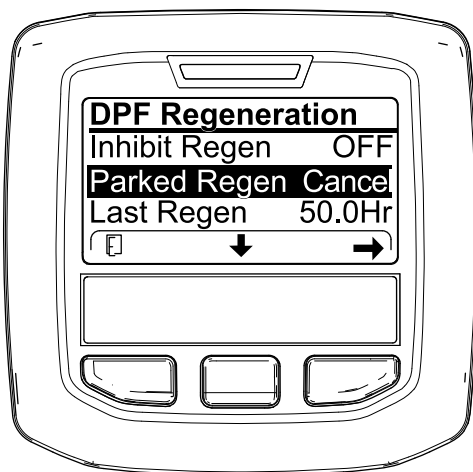
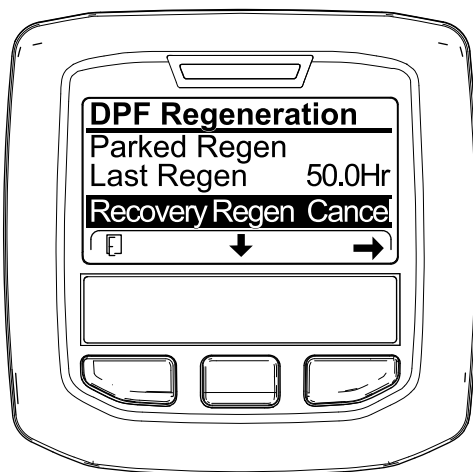

図 82
図 83
1. DPF 再生メニューにアクセスする 図 82。
2. 中央ボタンを押して下へスクロールし、駐車再生キャンセル PARKED REGEN CANCEL (図 82) またはリカバリ再生キャンセル RECOVERY REGEN CANCEL を選ぶ 図 83。
3. 右ボタンを押すと再生キャンセルに Regen Cancelに入る 図 82または 図 83。